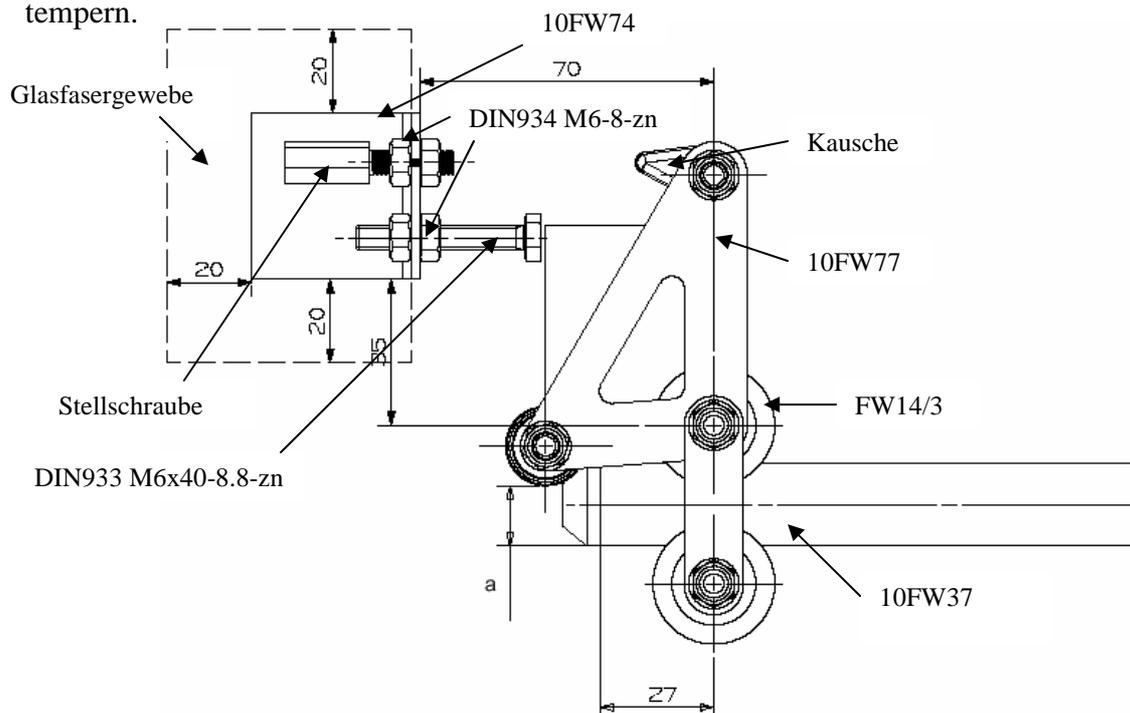

Abb. 17: Einbau des Trägers für Anschlag und Bowdenzugeinstellung
13. Träger 10FW74 (für Anschlagsschraube und Bowdenzugeinstellung) an der Bordwand entsprechend Abb. 17 befestigen. Dazu die Klebeflächen aufrauen (Rumpf und beide Seiten von 10FW74). Harz L285 mit Härter H286 mischen und mit Baumwollflocken eindicken und auf die Klebefläche von 10FW74 auftragen. UHU Plus anmischen und mit etwas Baumwollflocken eindicken. 10FW74 an die Bordwand andrücken. 10FW74 an allen 4 Ecken mit der UHU Plus Mischung anheften. 10FW74 festhalten bis das UHU Plus hart ist. Dann 10FW74 mit 2 Lagen 92125 (280g/m²) diagonal und Harz/Härter L285/H286 festlegen. Über Nacht bei Raumtemperatur aushärten lassen. Min. 18 Stunden bei 54° tempern.
1. Die Anschlagschraube DIN933-M6x40 in 10FW74 einbauen und so einstellen, dass das Maß a zwischen 14,5 und 15,5 mm liegt. (siehe Abb. 17)